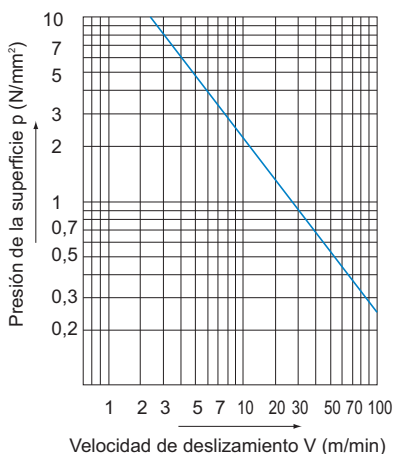

Fig.1 Valor pV
Con un cojinete deslizante, se utiliza un valor pV, que es el producto de la presión de la superficie de contacto (p) y la velocidad de deslizamiento (V), como un parámetro de medición para juzgar si el supuesto modelo puede utilizarse. Utilice el valor pV correspondiente indicado en la Fig.1 como guía para seleccionar la tuerca intercambiable. El valor pV también varía de acuerdo con las condiciones de lubricación.